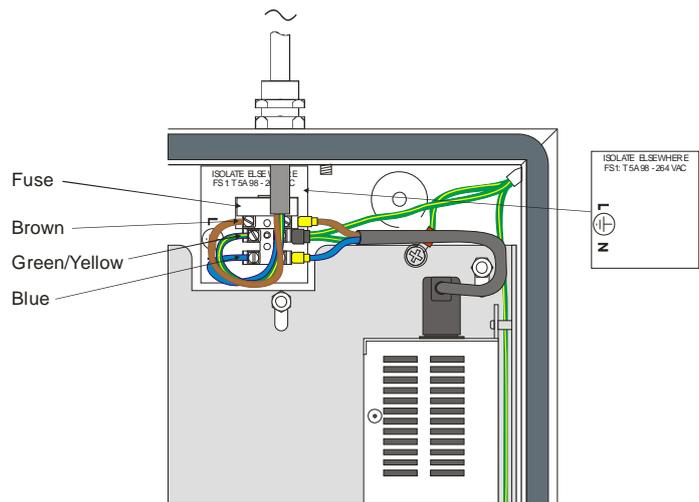

Figura 6 – Alimentación principal ZX5Se
- El panel ZX5Se recibe alimentación de una fuente de alimentación externa de 115V - 230V, 50Hz. La corriente pasa a través de un fusible instalado en la parte posterior de la cabina. La tensión de la alimentación principal se convierte en baja tensión de seguridad (SELV). La ubicación de la etiqueta con los valores de alimentación se muestra en la Figura 6.